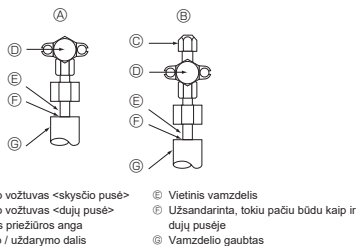

Fig. 4-4
4.4. Šaltnešio vamzdelio hermetiškumo patikros būdas (Fig. 4-4)